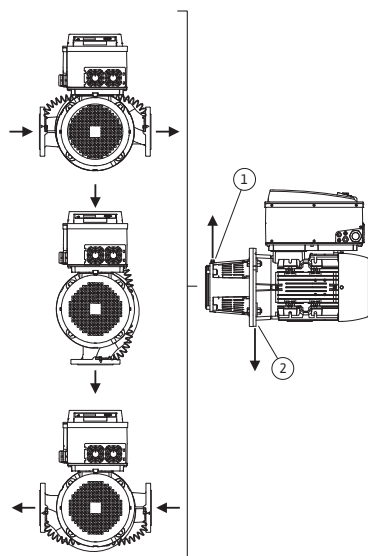
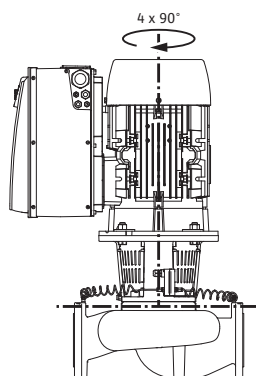

Fig. 18: Toegestane inbouwposities met horizontale motoras
Fig. 19: Toegestane inbouwposities met verticale motoras
De toegestane inbouwposities met horizontale motoras en elektronicamodule naar boven (0°) zijn in Fig. 18 weergegeven. De toegestane inbouwposities met zijwaarts gemonteerde elektronicamodule ($\pm 90^\circ$) zijn niet afgebeeld. Elke inbouwpositie behalve "Elektronicamodule naar beneden" (-180°) is toegestaan. De ontluchting van de pomp wordt alleen gegarandeerd als het ontluichtingsventiel naar boven is gericht (Fig. 18, pos. 1).
Alleen in deze positie (0°) kan het condensaat gericht worden afgevoerd via een aanwezig boorgat, pomplantaarn en motor (Fig. 18, pos. 2).
De toegestane inbouwposities met verticale motoras zijn in Fig. 19 weergegeven. Elke inbouwpositie behalve "Motor naar beneden" is toegestaan.
- Het ontluchtingsventiel op het lantaarnstuk (Fig. 6, pos. 1.31) moet bij een horizontale motoras altijd naar boven zijn gericht zijn (Fig. 6a en Fig. 6b). Bij verticale motoras is elke oriëntering toegestaan. Zie hiervoor ook Fig. 18: "Toegestane inbouwposities met horizontale motoras" op pagina 213 of Fig. 19: "Toegestane inbouwposities met verticale motoras" op pagina 213.
- Bij een horizontale motoras is de positie van de condensaatboring naar onderen vereist (Fig. 18, pos. 2). Eventueel moet de motor worden gedraaid.